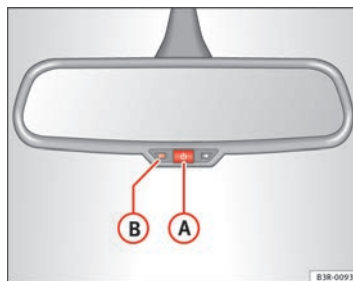

Fig. 104 Retrovisore interno con regolazione per la posizione anti-abbaglio Spia e tasto di attivazione
- Premere il tasto **A** ⇒ pag. 138, fig. 104. La spia **B** si spegne.
- Premere il tasto **A** ⇒ pag. 138, fig. 104. La spia di controllo **B** si accende.